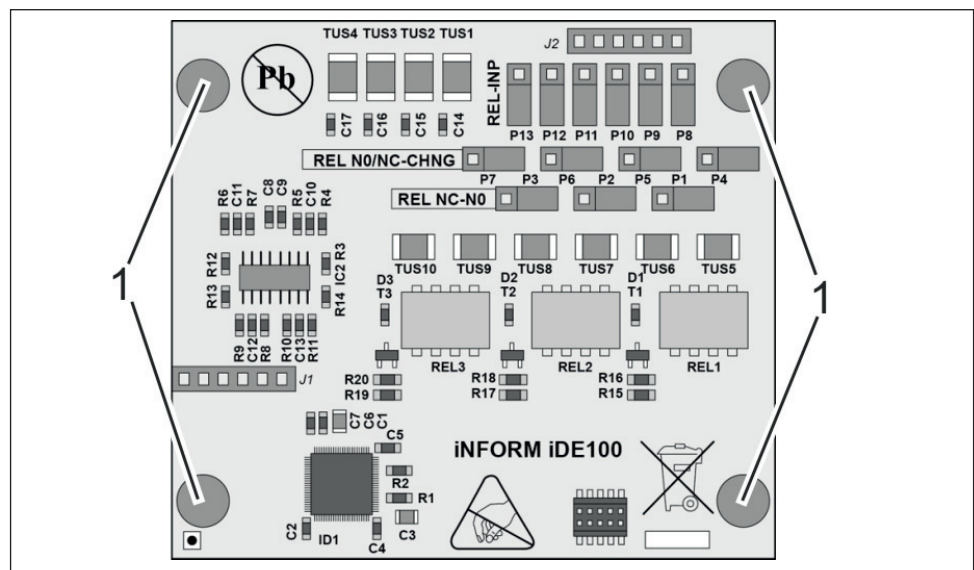

Fig. 22: Pièce d'écartement carte E/S
2. Fixer les pièces d'écartement au système de contrôle (Fig. 22/1) sur le module supplémentaire (4 unités sont comprises dans la livraison).